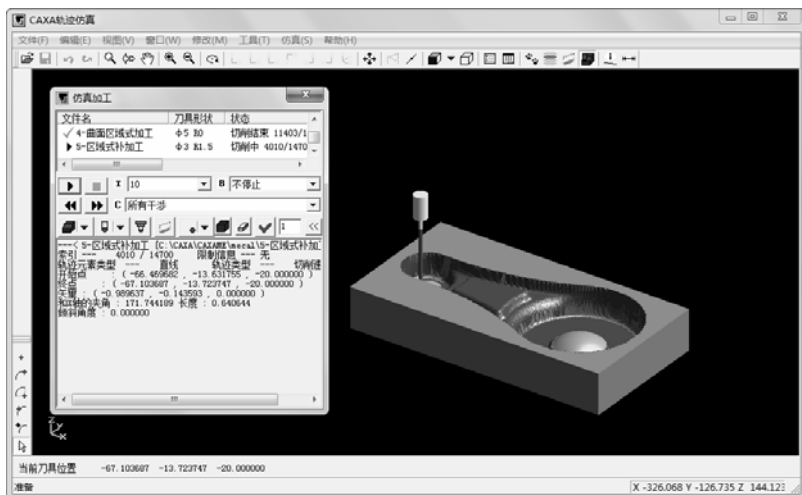

图 3-95 “仿真加工”对话框
3) 单击“播放”按钮, 系统立即进行加工仿真, 仿真加工顺序与选取刀具轨迹的顺序一致, 如图 3-95 所示。